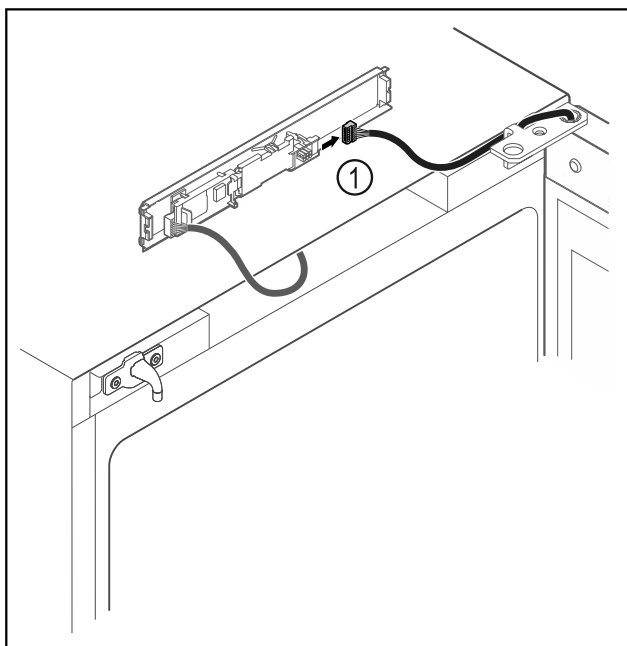

Fig. 12
- ▶ Træk stikket ud af Fig. 12 (1) printkortet.